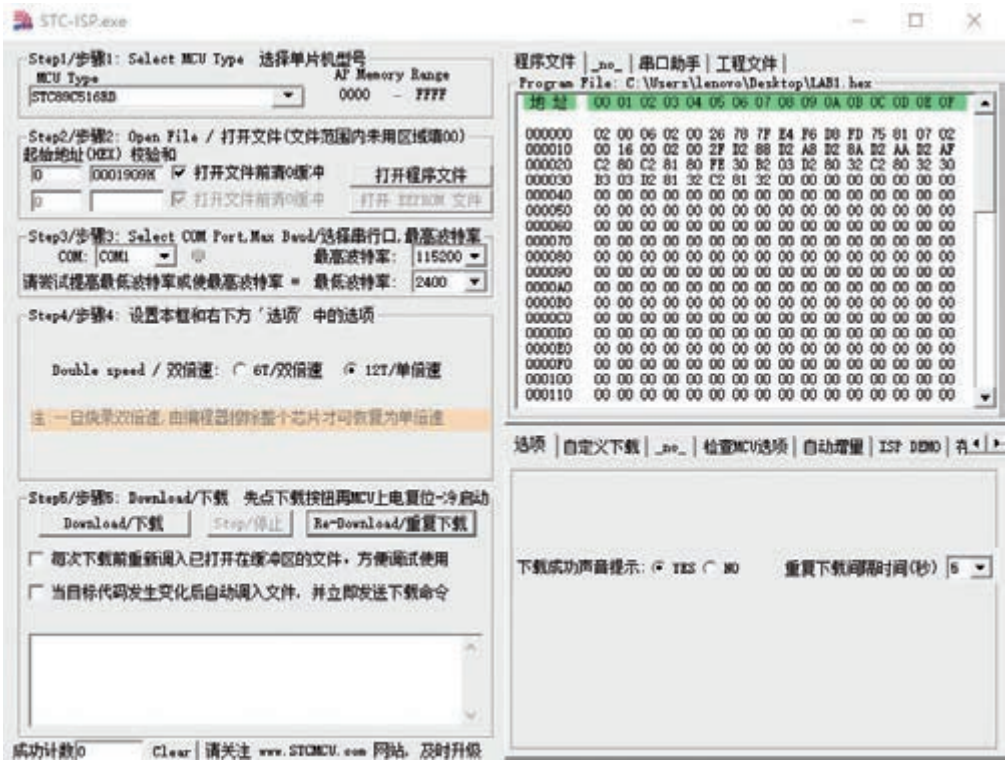

图2-17 使用STC-ISP将控制程序烧写入单片机
(3) 将编写好的程序烧写至单片机（图2-17），注意烧写的程序后缀为 .hex，点击下载按钮后要对单片机先断电再上电；